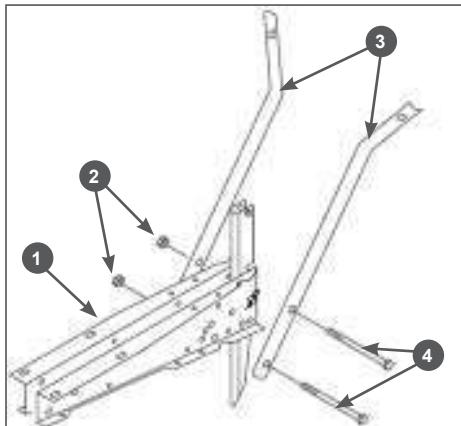

Рис. 6 Установка стоек рабочих рукояток
- Установите стойки 3 рабочих рукояток на раму 1 (Рис. 6). Совместите отверстия в раме 1 и стойках 3 рабочих рукояток и вставьте в отверстия болты 4 и закрутите гайки 3 (Рис. 6).